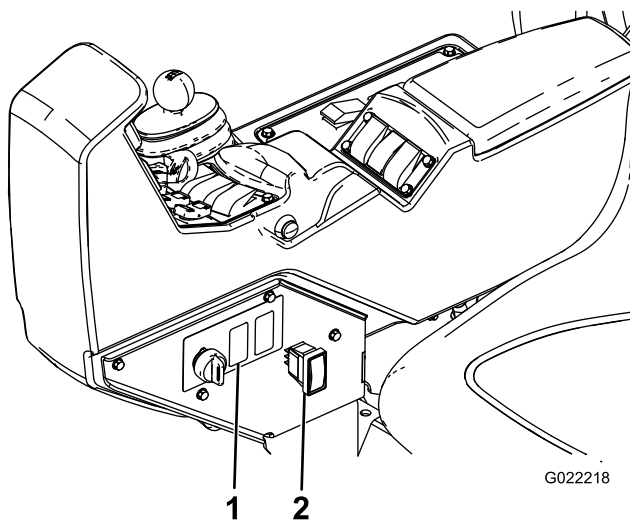

Figura 18
1. Localize a ficha do interruptor do depósito de lavagem no painel de instrumentos (Figura 18).
2. Retire a ficha do painel de instrumentos (Figura 18).
5. Instale o interruptor no conector da caixa, através do painel de instrumentos (Figura 18).